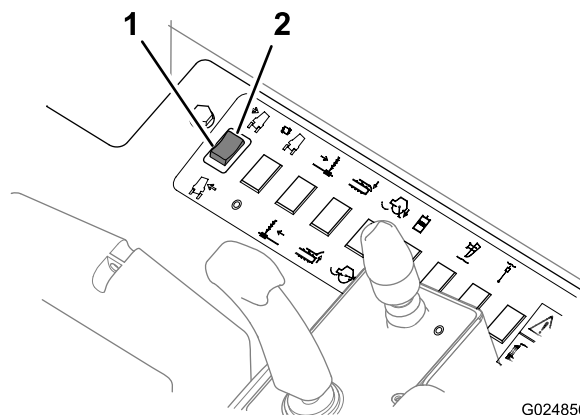

Figure 46
- Appuyez sur la partie supérieure de cette commande (Figure 46) pour incliner la machine à droite sur les terrains en pente.
- Appuyez sur la partie inférieure de cette commande (Figure 46) pour incliner la machine à gauche sur les terrains en pente.